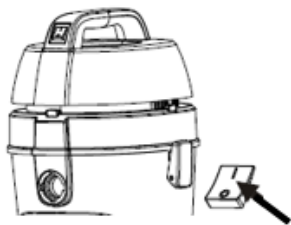

Fig. 10
**Interrupteur Marche/Arrêt :** Utilisez l'interrupteur d'alimentation situé au-dessus de l'appareil pour le mettre en marche ou l'arrêter (Fig.10).